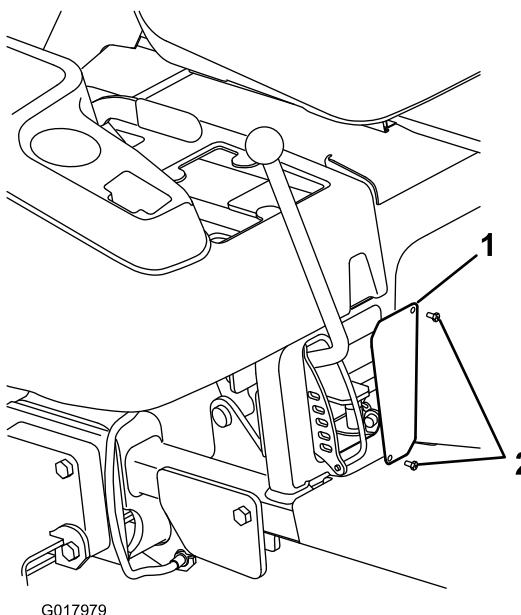

Bild 9
1. Befestigen Sie die neue Gitterplatte mit den beiden HWH-Schrauben (Gr. 10 x  $\frac{1}{2}''$ ) an der Rückseite der Rahmenöffnung (Bild 9).